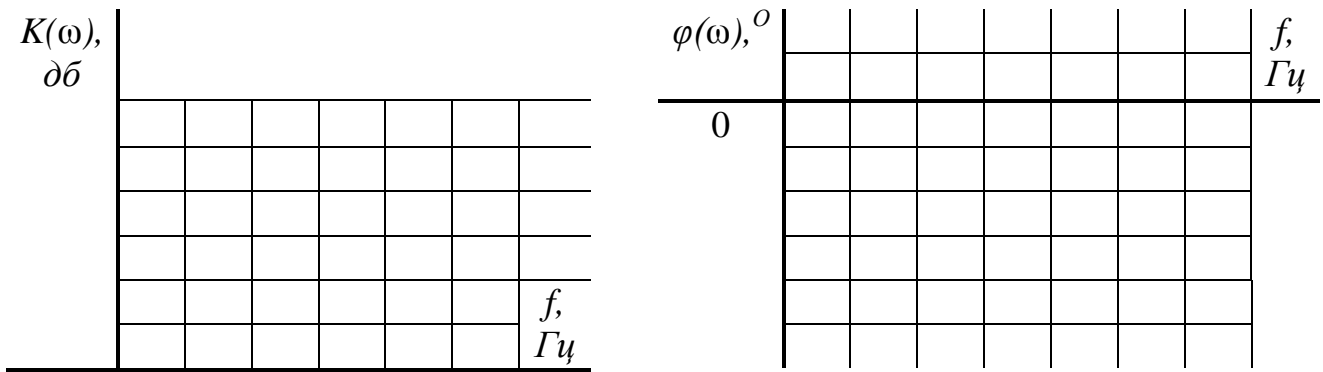

Рисунок 6.2 – Графіки амплітудно-частотної (а) та фазо – частотної (б) характеристик фільтра низької частоти
4. Збільшуючи частоту до 1 кГц побудуйте амплітудно-частотну ($K(\omega) = \frac{1}{\sqrt{1 + \omega^2 R^2 C^2}}$) та фазо – частотну ($\varphi(\omega) = -arctg \omega RC$) характеристики RC-фільтра (табл. 6.1, рис. 6.2).